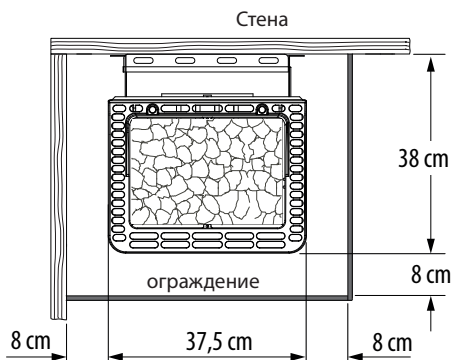

Рис. 2
- При установке печи сауны необходимо следить, минимальное расстояние по вертикали между верхней точкой корпуса печи и потолком **90 см**, а горизонтальное между печью и стеной сауны мин. **8 см** (рис. 2).